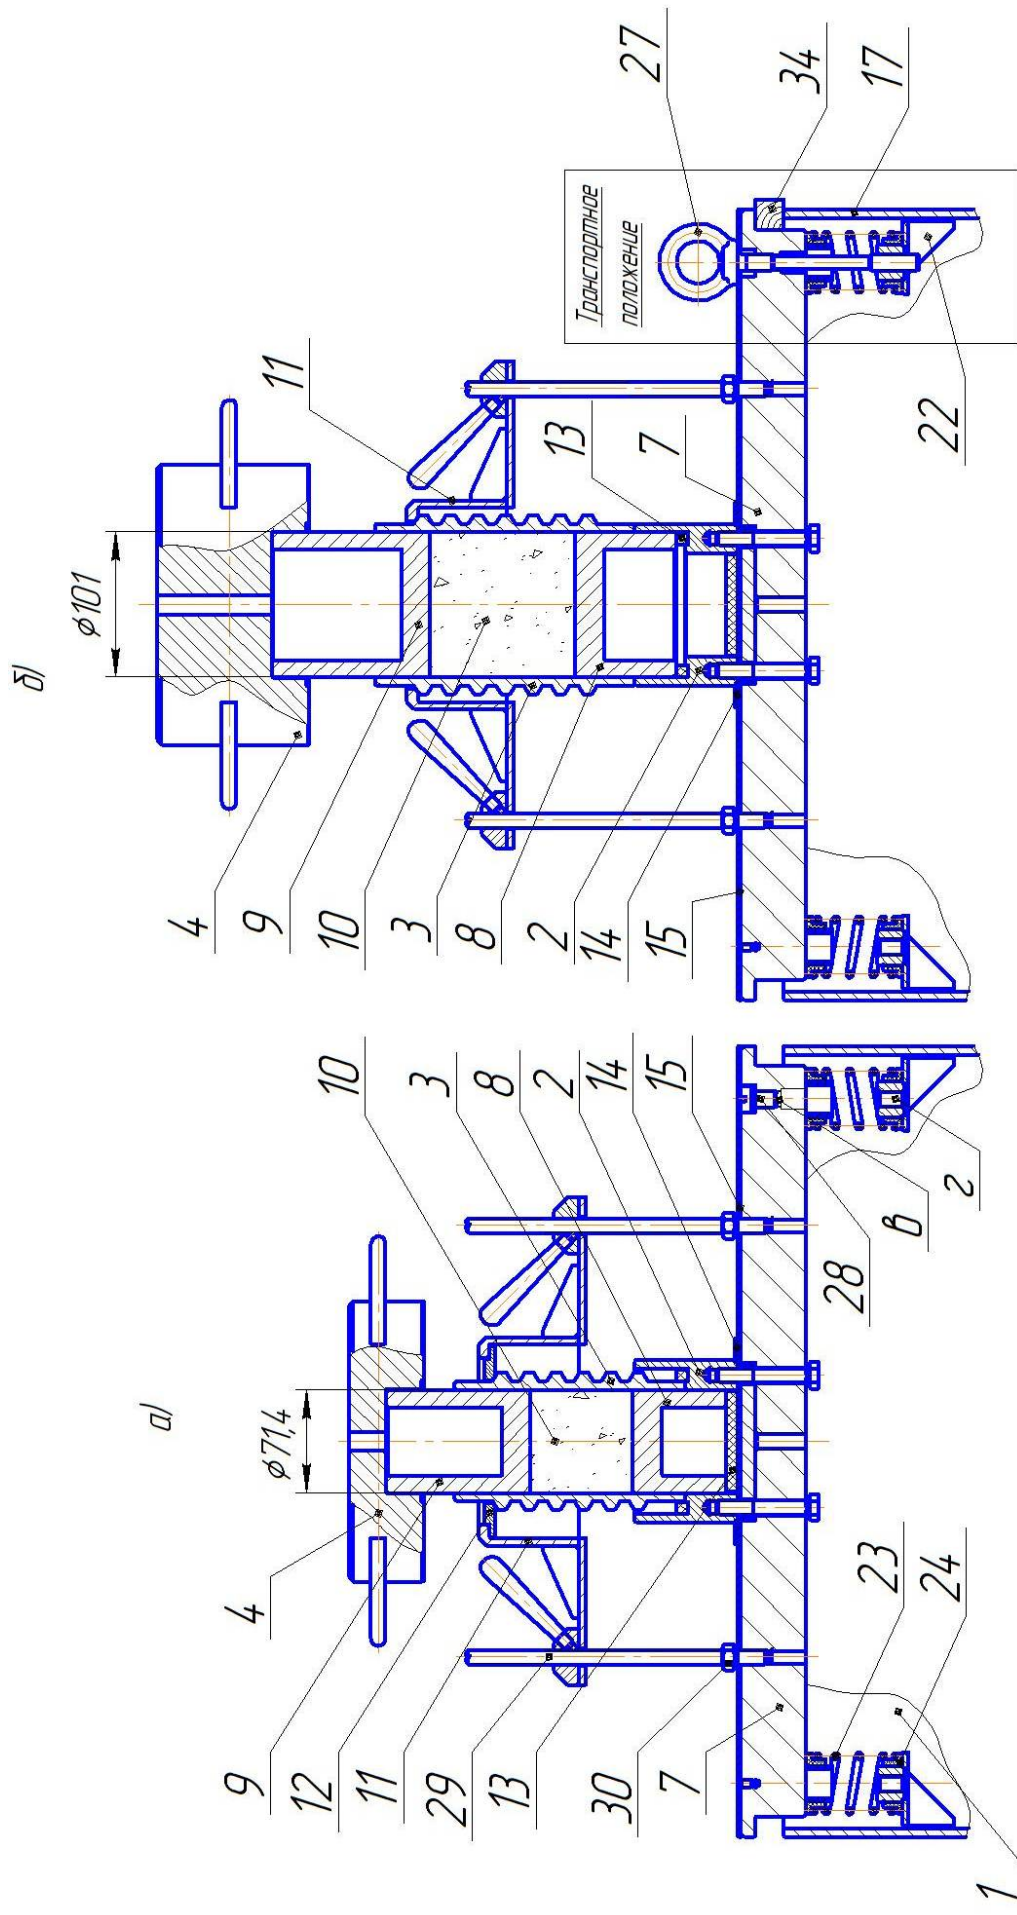

Рис. 3 Рабочее положение ВСА: а)  $\phi 71,4$  мм, б)  $\phi 101,0$  мм.
2.5.5 Выверните из платформы две шпильки 29 устройства крепления форм 11 и три винта 28 (Рис.3).